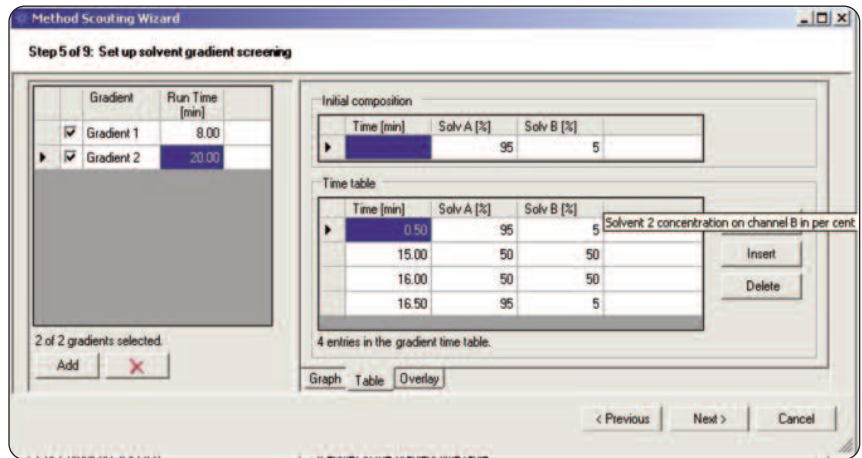

図 5
- グラジエント選択の設定 (図 5)
現在のスカウティングキャンペーンについて、あらかじめ定義された複数のグラジエントのバリエーションが選択された場合は、図 5 に示す画面が表示されます。この画面では、グラフを用いたり、グラジエントテーブルに適切な値を入力したりして、グラジエントを定義できます。同様に、あらかじめ定義された温度を選択し、スクリーニング列に加えることも可能です (図表なし)。